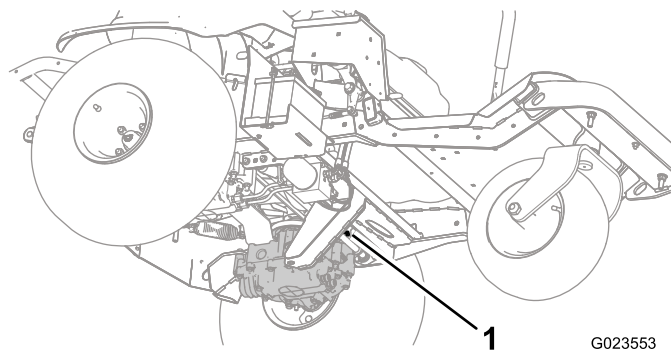
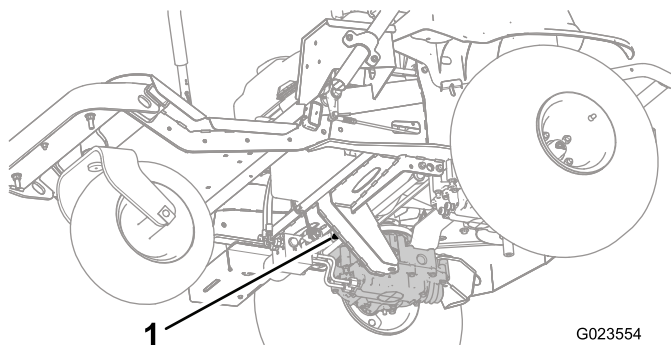
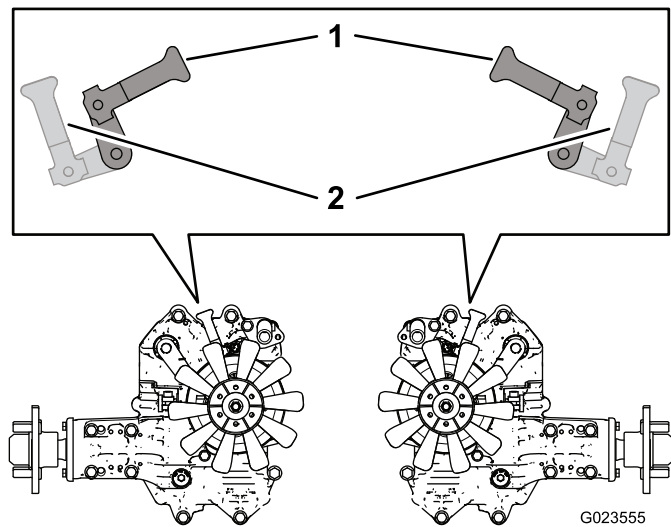

Figura 28
Figura 29
Figura 30
3. Desde debajo de la máquina, gire las palancas de las válvulas de desvío (Figura 28 y Figura 29) hacia dentro, orientadas hacia el centro de la máquina (Figura 30), y quite el freno de estacionamiento; consulte Liberación del freno de estacionamiento (página 27).
4. Cuando haya terminado de empujar o remolcar la máquina, mueva las palancas de las válvulas de desvío hasta que estén orientados hacia la parte delantera de la máquina, para poder conducir la máquina (Figura 30).